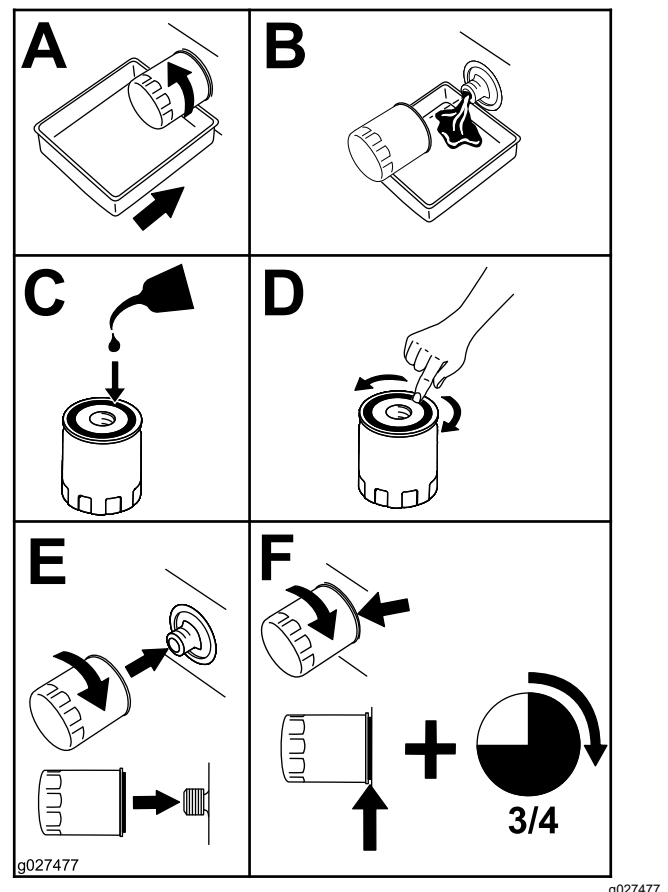

Figura 39
5. Sostituite il filtro dell'olio motore come illustrato in Figura 39.